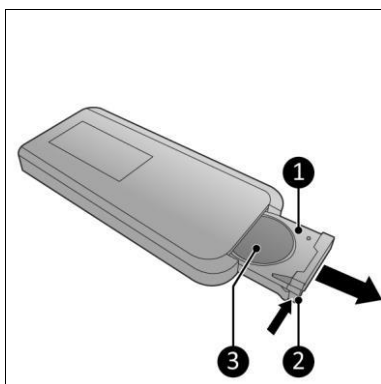

Figura 8
1. Apăsați pe buză (Figura 8, poz. 2) și scoateți fanta (Figura 8).
2. Scoateți bateria (dacă există) (Figura 8, poz. 3).